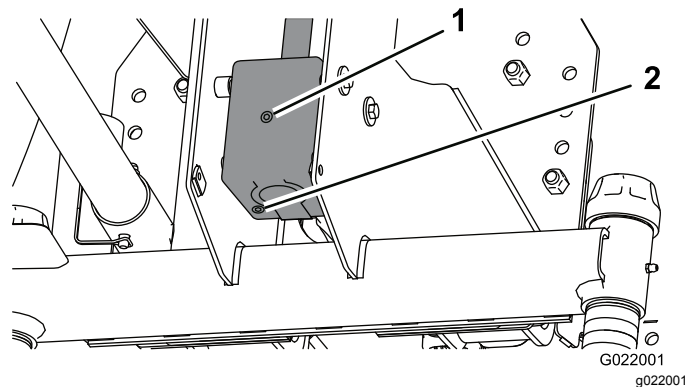

Figura 24
4. Retire o tampão de verificação/enchimento da parte lateral da caixa de engrenagens (Figura 24).